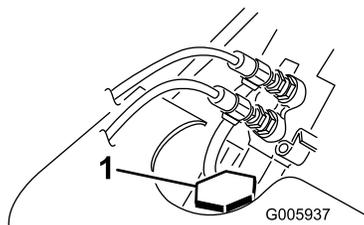

Рисунок 38
3. Снимите крышку радиатора и проверьте уровень охлаждающей жидкости (Рисунок 38).